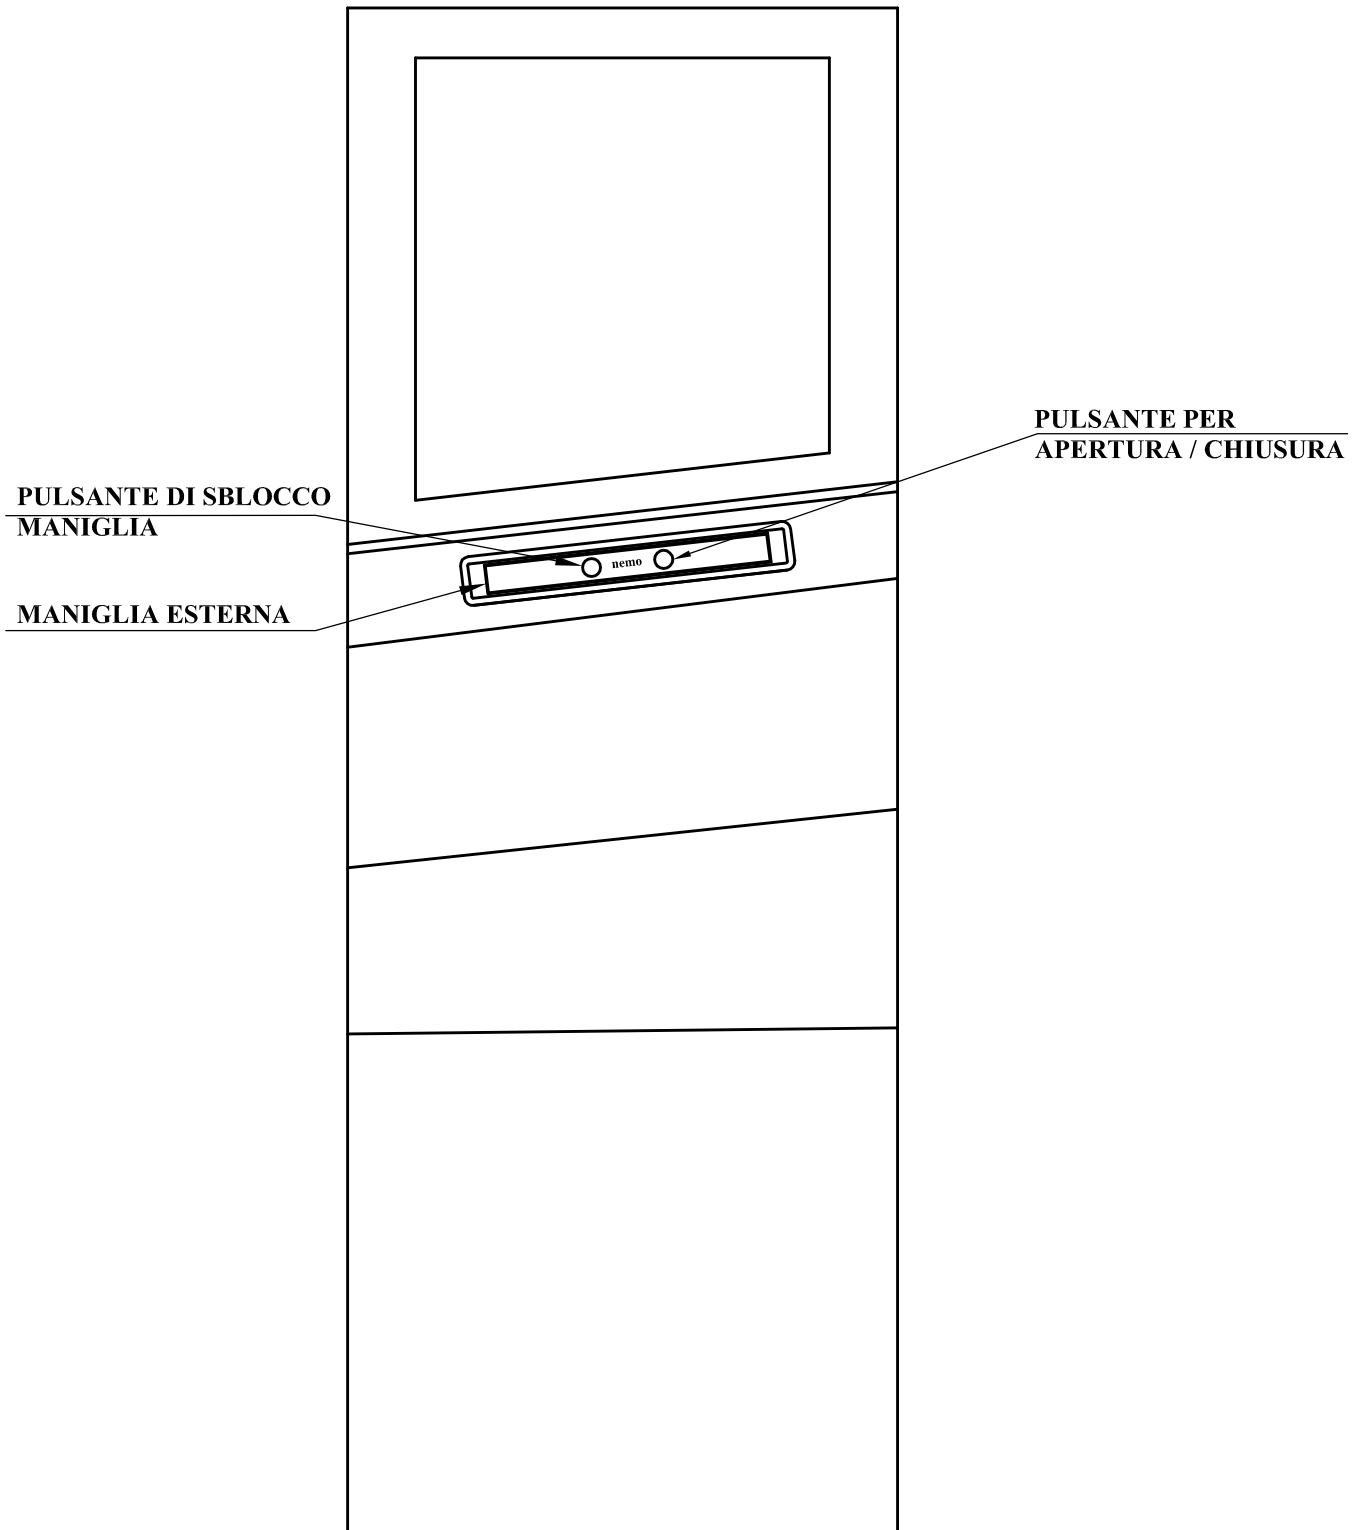

Fig. 11
B. Con maniglia di emergenza esterna. (Vedi fig.11)